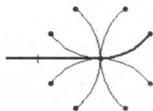

图1-20 绘制切线弧或法线弧
(1) 绘制直线
① 在【草图绘制】工具栏中单击【直线】按钮或选择【工具】|【草图绘制实体】|【直线】，则指针形状变为.
② 在绘图区域单击直线的起点，将指针拖动到直线的终点，双击【直线】按钮, 则结束绘制直线。
③ 在【直线】状态可绘制切线和法线弧。在一直线端点处，指针第1次拖动仍是绘制直线，回到端点进行第2次拖动，会有如图1-20所示的效果。沿切线方向为切线弧，沿法线方向为法线弧。
(2) 绘制矩形
① 在【草图绘制】工具栏中单击【矩形】按钮或选择【工具】|【草图绘制实体】|【矩形】，指针形状变为.
② 在绘图区域单击矩形第1个对角线的起点，将指针拖动到矩形第2个对角线的终点再单击鼠标左键。